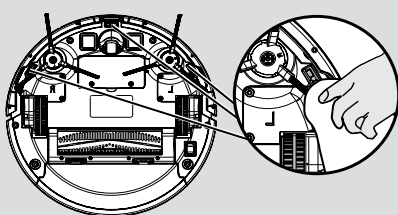

Рис. 20
**ОЧИСТКА ЛИНЗЫ ДАТЧИКА ЗАЩИТЫ ОТ ПАДЕНИЯ [Рис. 20]**